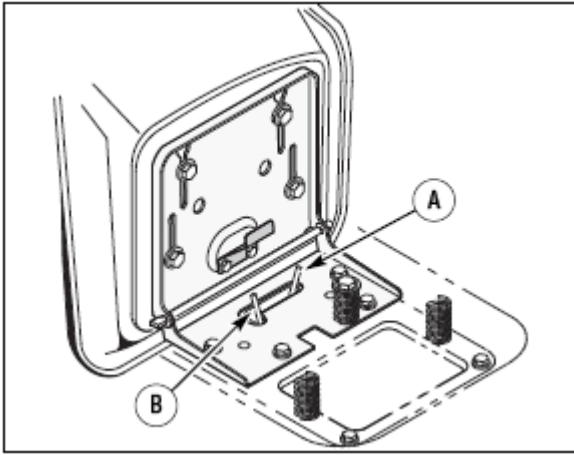

Рис. 13:
1. Выключатель привода должен находиться во включенном положении (рис. 13).
3. Переместите выключатель привода в положение (B) (рис. 13). Трансмиссия отключится.